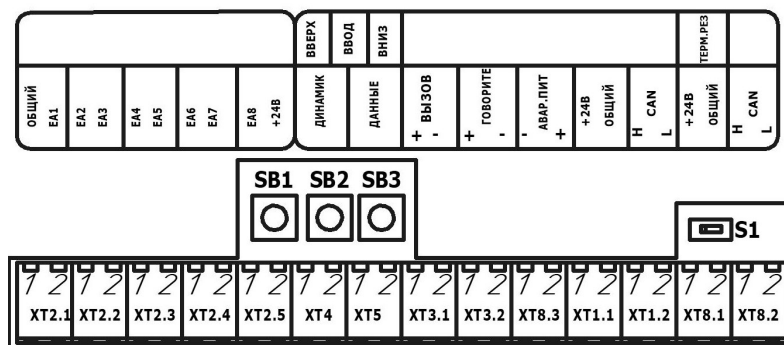

Рис.1. Расположение разъемов и органов управления
7.2 Выполнить подключение разъемов XT1-XT8 устройства в соответствии с таблицей 1. Расположение разъемов показано на рис.1.